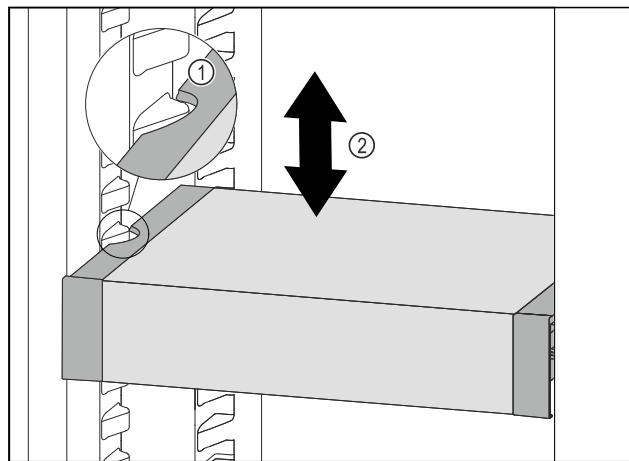

Fig. 58
- ▶ Тяните VarioSafe вперед, пока боковые выемки VarioSafe не окажутся на высоте выступа резервуара в холодильном отделении. Fig. 58 (1)
- ▶ Двигайте VarioSafe в холодильном отделении вверх или вниз, пока не будет достигнута требуемая высота. Fig. 58 (2)